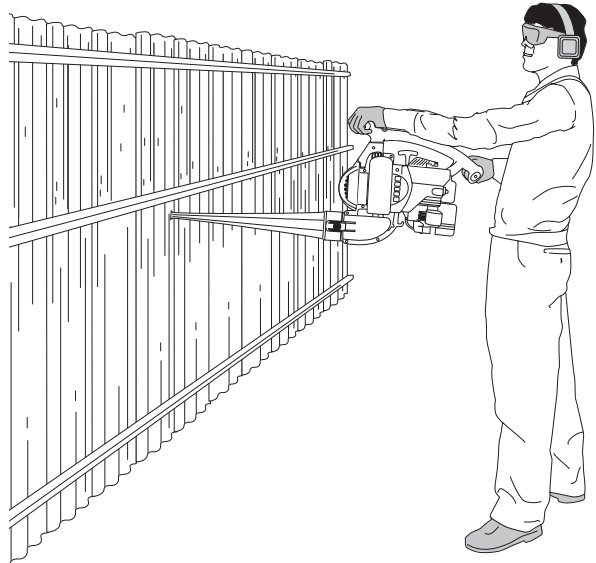

Fig. 15
3. Utiliser la souffleur pour le nettoyage des murs, surplombs, palissades et moustiquaires (Fig. 15).